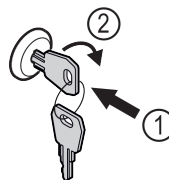

Fig. 170 Eksempelfremstilling
- ▶ Trykk inn nøkkelen Fig. 170 (1).
- ▶ Vri nøkkelen 90° med klokka Fig. 170 (2).